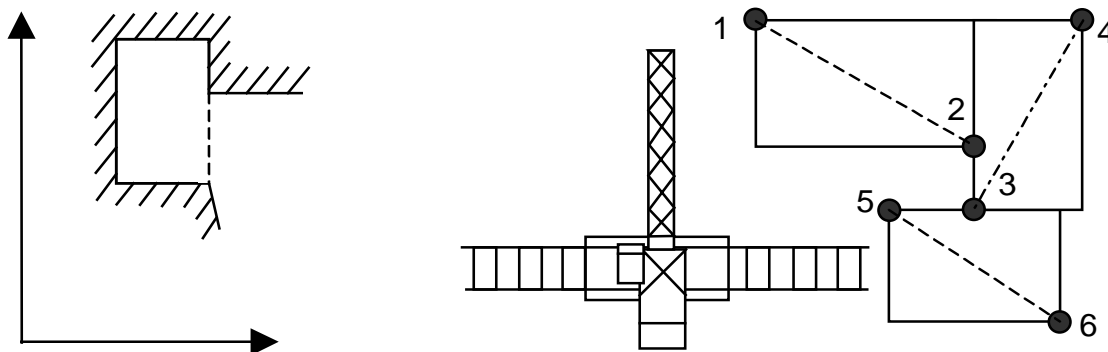

Рисунок 30 - Варианты построения погрузочно-разгрузочных площадок
Разгрузочная площадка состоит из прямоугольных участков (до десяти) и при установке координатной защиты разгрузочной площадки вводятся координаты точек, принадлежащих концам диагоналей этих "прямоугольников" (см. рисунок 30). Стороны "прямоугольников" располагают параллельно осям системы координат.
- подведя крюковую обойму к первой заранее отмеченной точке (Рисунок 30) зафиксировать ее координаты